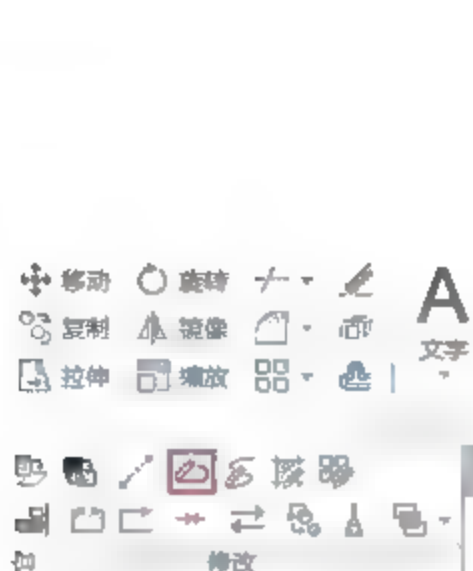

图3-21 单击按钮
- 功能区：在【默认】选项卡中，单击【修改】面板中的【编辑多段线】按钮，如图3-21所示。